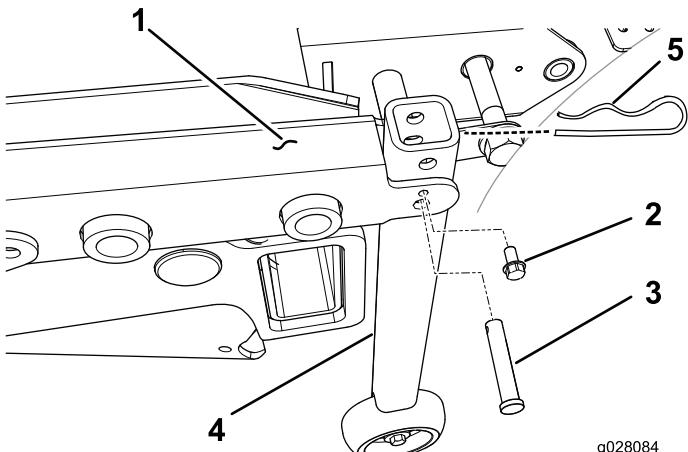

Рисунок 32
- На тяговых блоках с серийными номерами менее 312999999 установите опорный узел вертикальной трубы на каждый задний угол рамы деки с помощью штифта с отверстием под шплинт и самонарезающего винта 1/4 дюйма (Рисунок 32).